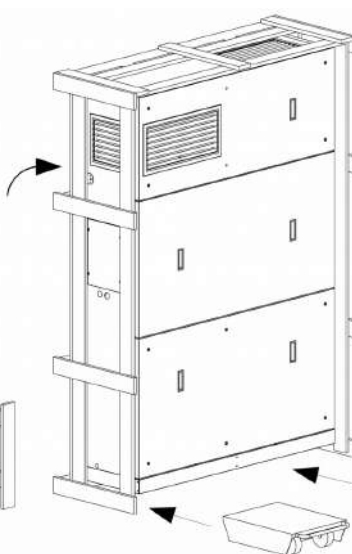

Fig.27
- Sollevare (min. 2 persone) utilizzando la struttura in legno come sostegno (Fig. 27).
- Trasportare la macchina nel sito con l'ausilio di carrelli, o transpallet come sotto raffigurato (Fig. 27 - 28).
- Lift (minimum 2 people) using the wooden structure as support (Fig. 27).